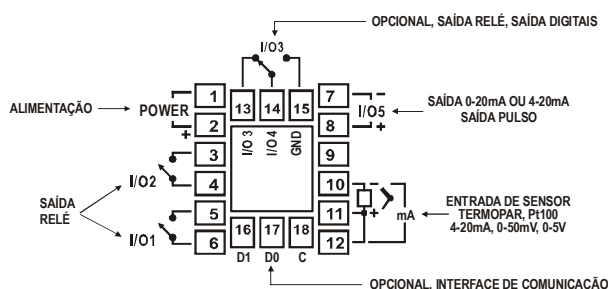

Figura 2 - Conexões do painel traseiro
O circuito interno do controlador pode ser removido sem desfazer as conexões no painel traseiro. A disposição dos sinais no painel traseiro do controlador é mostrada na **Figura 2**:
- É recomendável o uso de FILTROS RC (supressor de ruído) em bobinas de contactoras, solenóides, etc. Ver exemplo de aplicação na **Figura 2**.